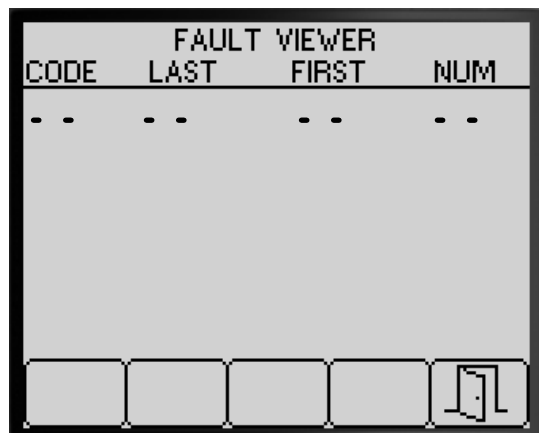

Figura 87
3. Consultate il visualizzatore dei guasti per conoscere i guasti generati dal sistema di irrorazione (Figura 87).
4. Premete il pulsante 5 per uscire dalla schermata **FAULT VIEWER** e tornare alla schermata **DIAGNOSTICA** (Figura 87).
4. Premete il pulsante 5 per uscire dalla schermata **INFORMAZIONI** e tornare alla schermata **DIAGNOSTICA** (Figura 87).